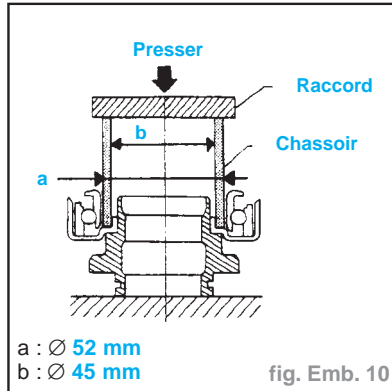

fig. Emb. 10
- Reposer la butée de débrayage en utilisant un chassoir adéquat (fig. Emb.10).